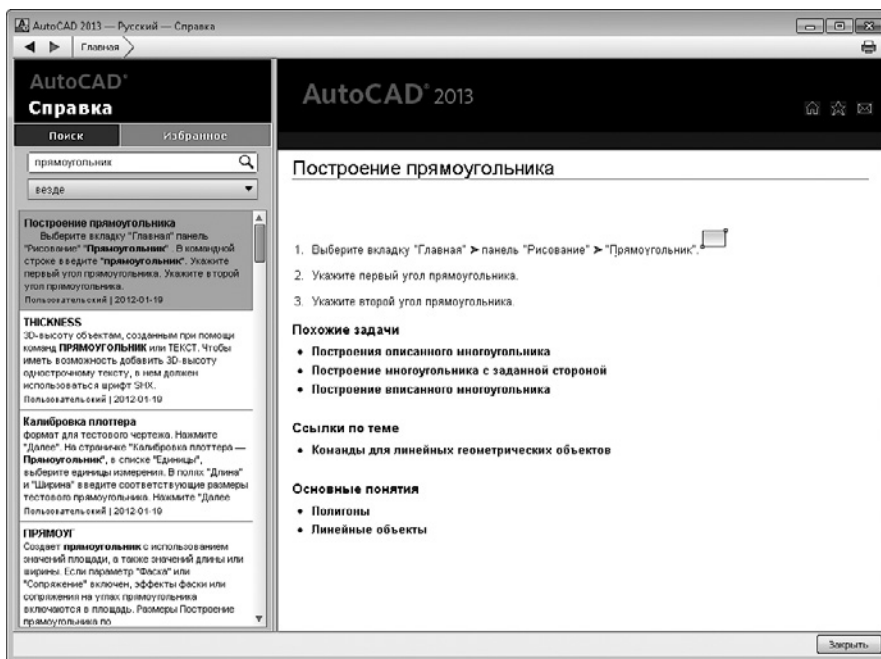

Рис. 1.36. Окно справки с найденной информацией
1. В поле поиска вводим ключевое слово **прямоугольник** и нажимаем клавишу **Enter**. Через несколько секунд отображается окно с найденной информацией (рис. 1.36).